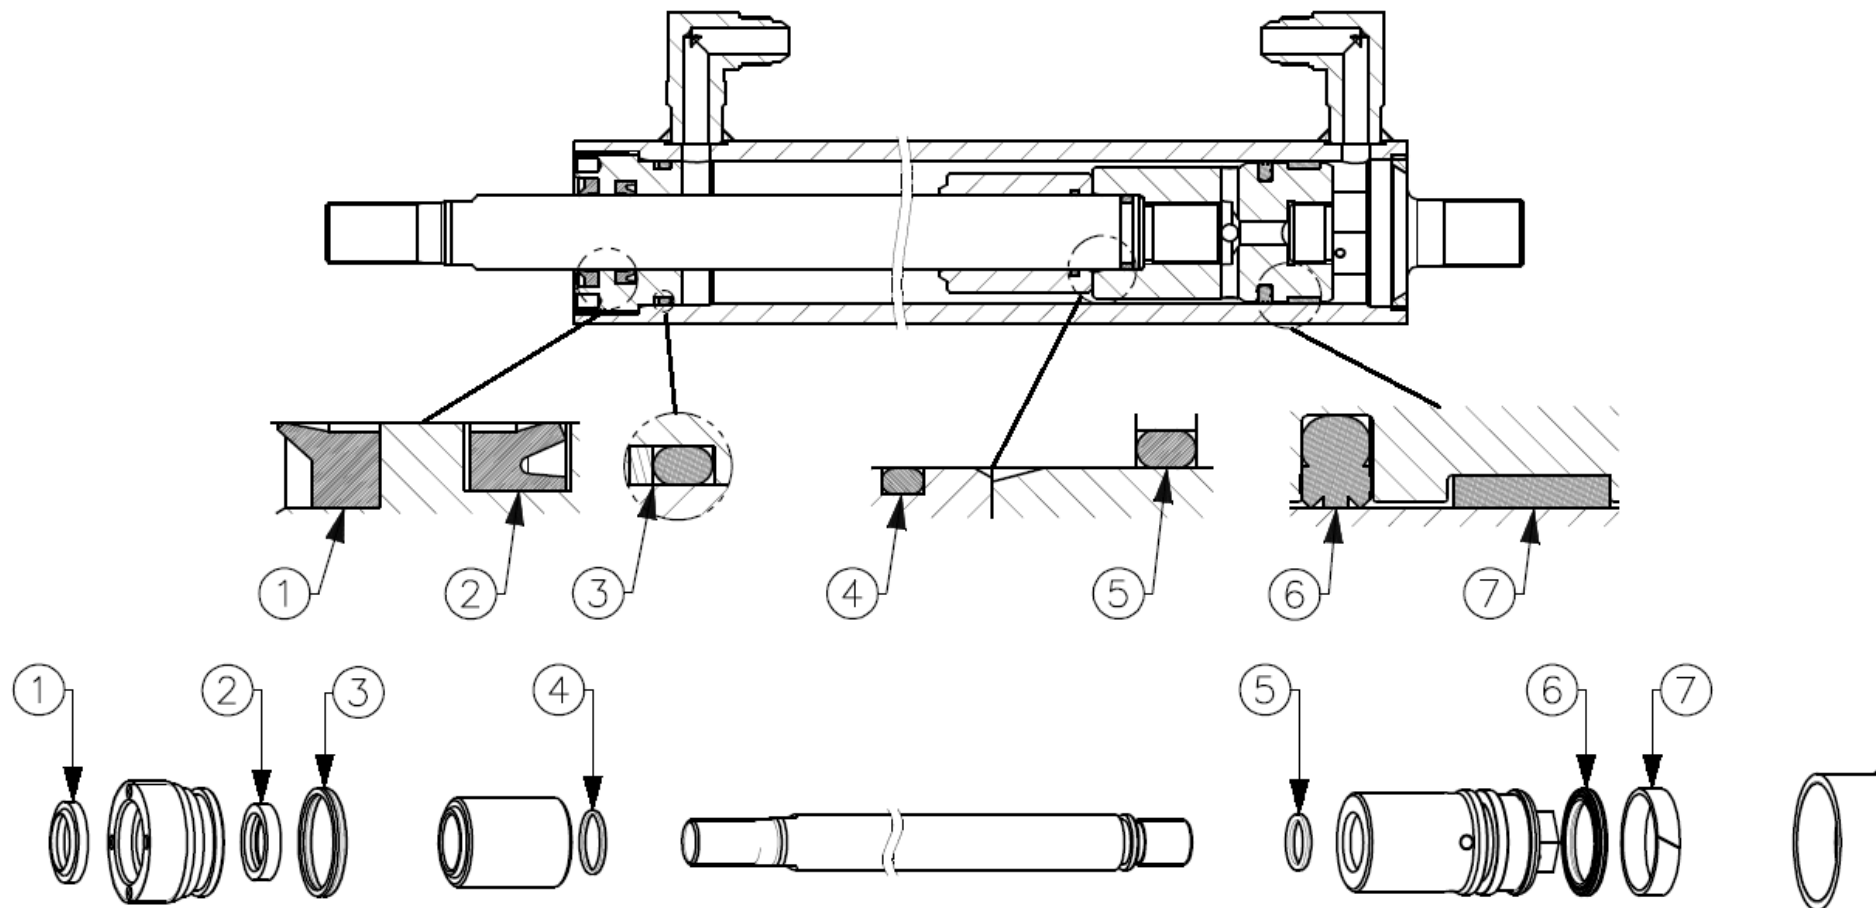

Fig. 041
7.6.3. **Montare le guarnizioni come indicato in Fig. 041.**